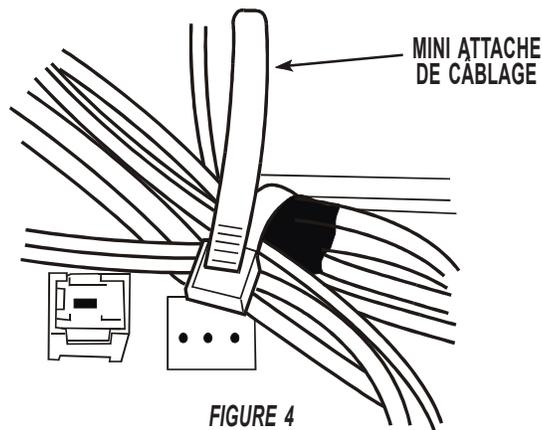

FIGURE 4
8. Utiliser les petites attaches de câblage fournies pour arrimer ensemble les conducteurs du câblage et pour les écarter des composants électriques. Voir Figure 4.